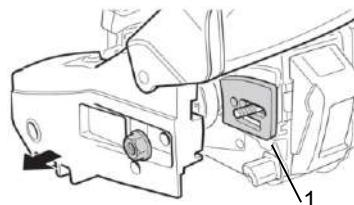

Рис. 2
3. Снимите проставку (рис. 2).